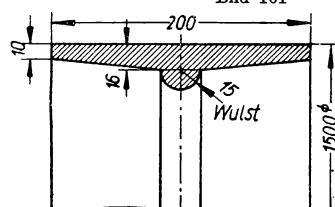

Bild 102
- 242.** Eine Riemenscheibe (Bild 102) von 1500 mm Außendurchmesser hat die gegebenen Kranzbarmessungen. Der Querschnitt des Verstärkungswulstes unter dem Kranze werde annähernd als Halbkreisfläche gerechnet. Gesucht wird a) der Schwerpunktabstand des Kranzquerschnitts von der Außenkante und b) von der Drehachse; c) der Rauminhalt des Kranzkörpers und d) sein Gewicht. Die Wichte von Grauguß ist $7,2 \text{ kg/dm}^3$.